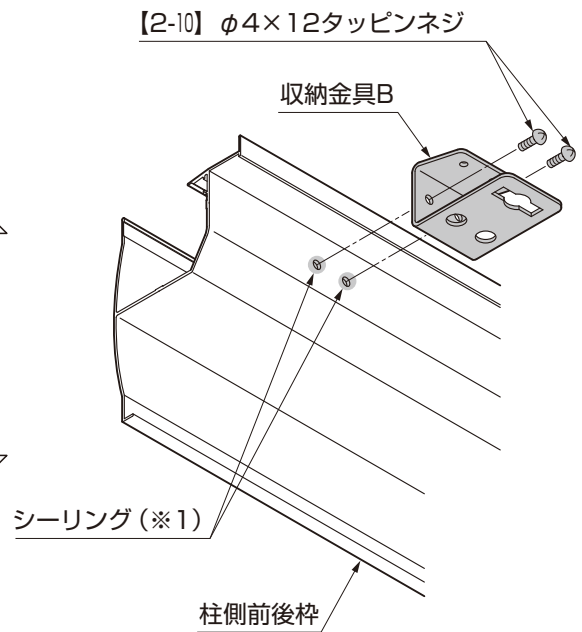

図4-6
- ②収納金具Bを【2-10】で後枠に取付けてください。(図4-6参照)
- ③柱側前後枠の樋部内側に出たネジにシーリングを行なってください。(※1)
(4) バークポートの場合